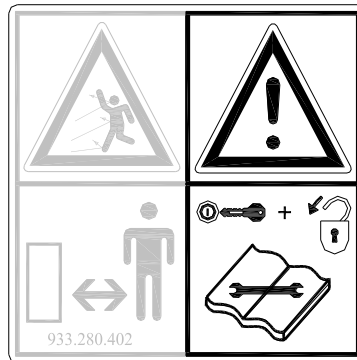
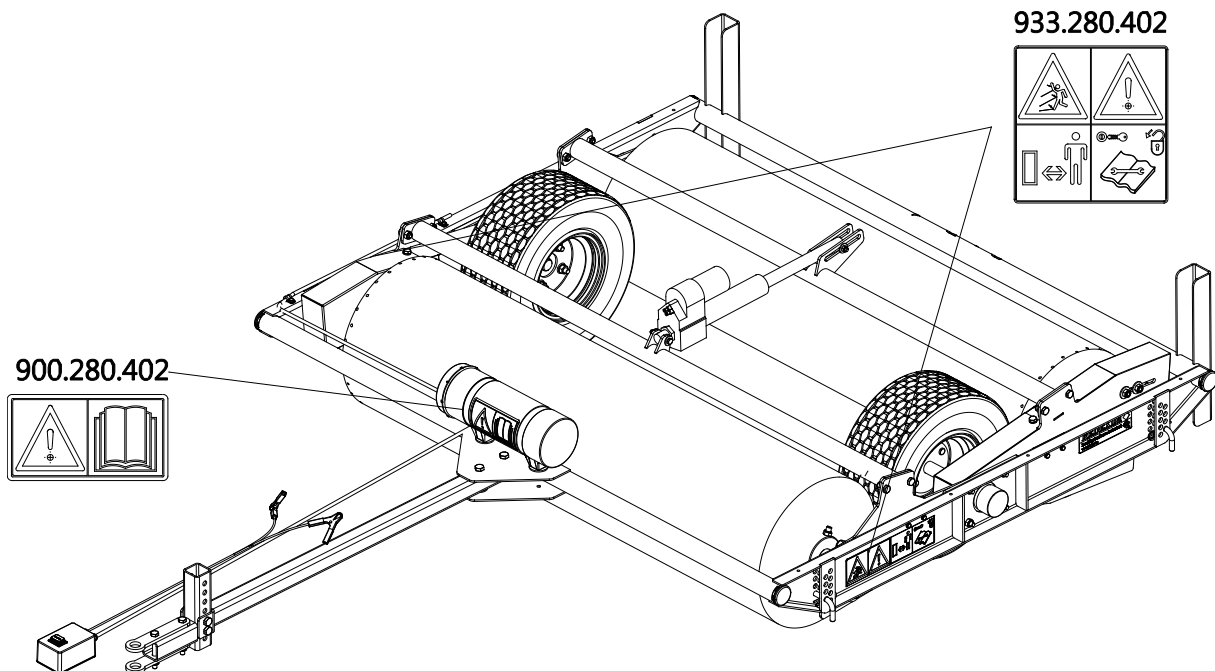

Fig. 2
Fig. 5
Sluk altid for traktorens motor og fjern traktorens nøgle fra tændingen under vedligeholdelse, justering og reparationer (Fig. 2)
Der er (Fig. 5) sikkerhedsmærkater (Fig. 2,3,4) med en identisk betydning på siderne af Speed-Brush. Disse sikkerhedsmærkater skal være tydeligt synlige og læsbare og skal udskiftes, hvis de bliver beskadiget.
(7) Placering af sikkerhedsmærkater. (Fig. 5)